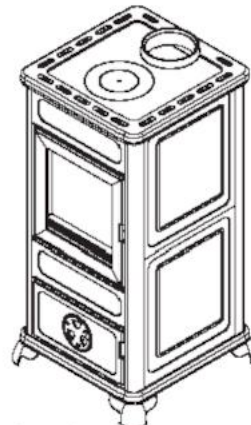

fig. 7
- En la fig. 7 está representada la estufa con el montaje terminado